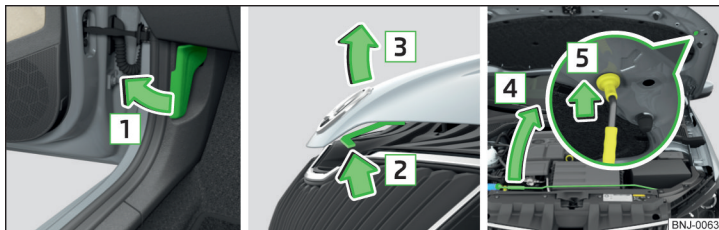

Fig. 246 Deschiderea capotei
- › Deschideți portiera din față și trageți de maneta de deblocare aflată sub planșa de bord în sensul săgeții **1** » fig. 246.